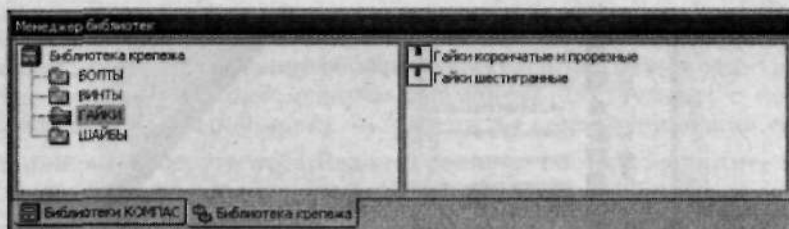

Рис. 3.64. В правой части окна *Менеджера библиотек* отображаются предлагаемые виды гаек
13. В левой части окна менеджера библиотек щелкните по заголовку **Гайки** — в правой части появятся предлагаемые виды гаек (рис. 3.64).